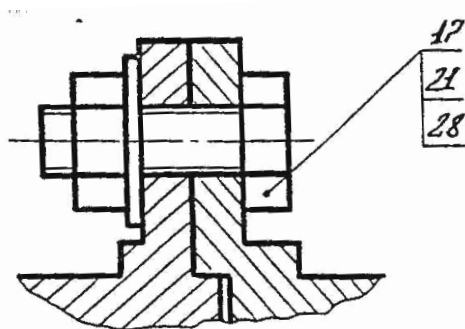

Рисунок 8 – Общая линия выноски
- допускается делать общую линию-выноску с вертикальным расположением номеров – позиций для группы крепежных деталей, относящихся к одному и тому же месту крепления (рисунок 8). Полки линий-выносок проводят тонкой сплошной линией.